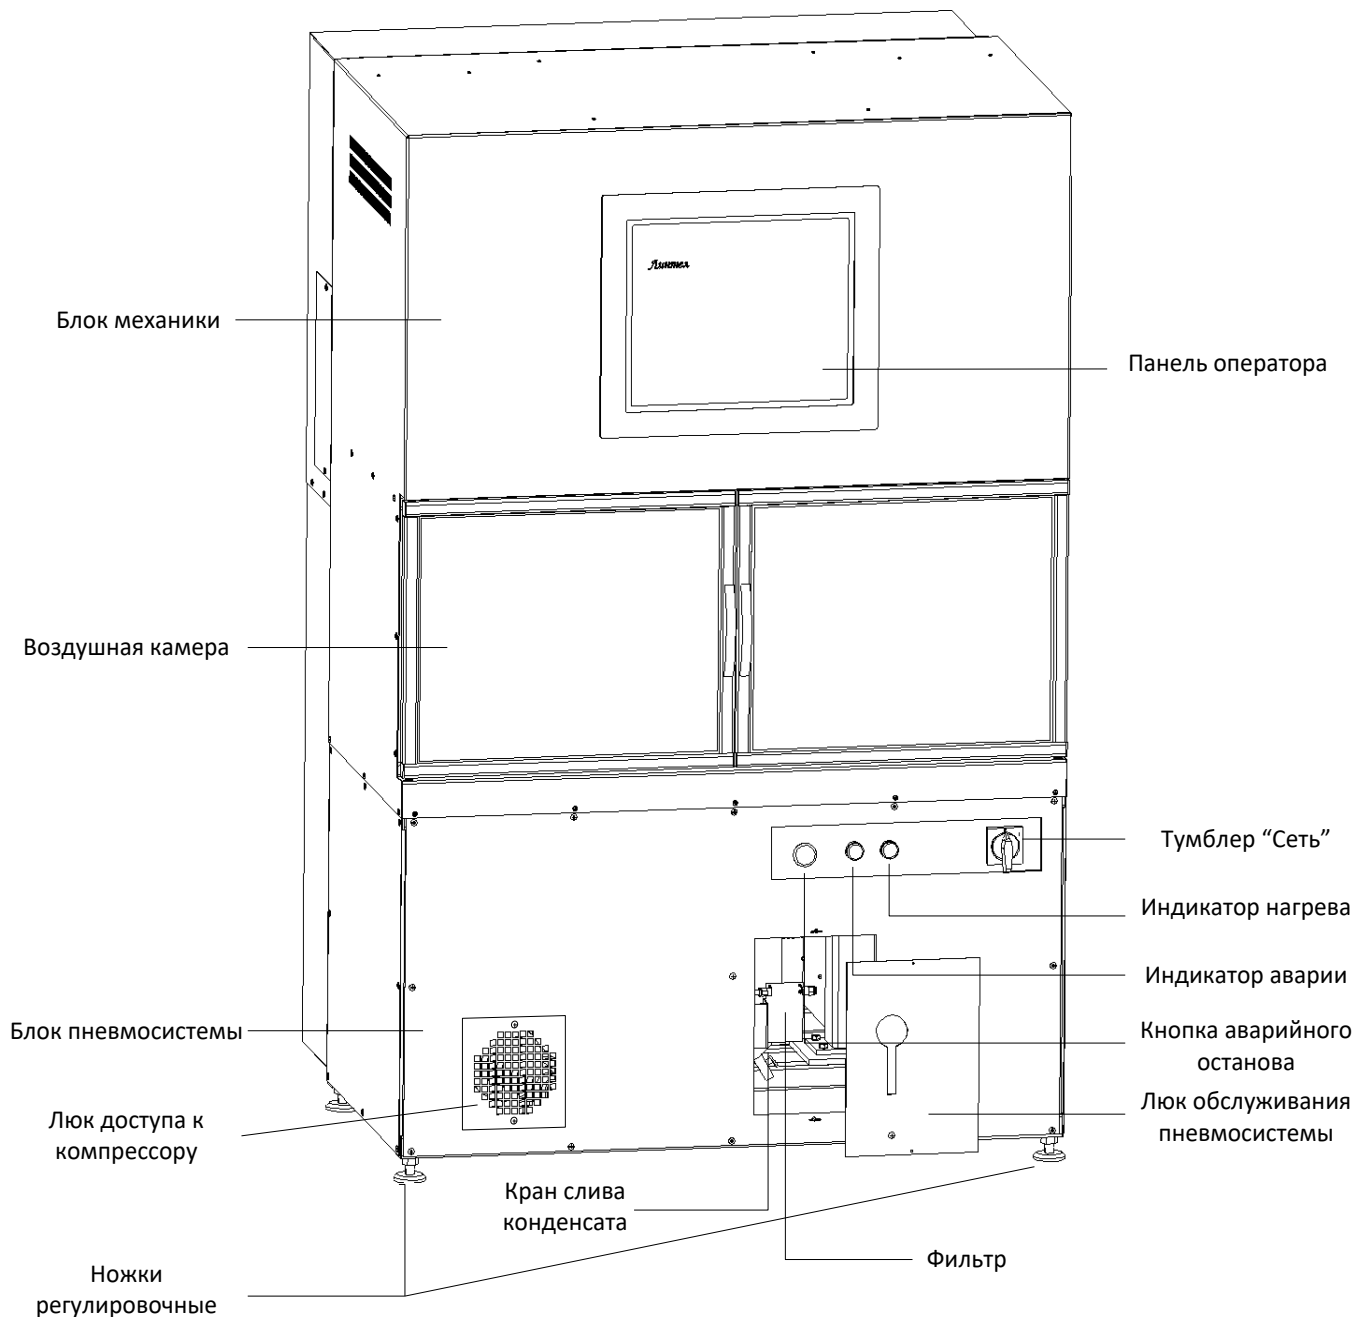

Рисунок 1 – Общий вид машины
3.3.2.1 Открыть люк доступа к компрессору (см. рисунок 1) и открутить транспортировочные болты с амортизаторов компрессора ключом на 10мм (см. рисунок 3).
3.3.2.2 Подключить машину к сети и повернуть тумблер включения «Сеть» машины (см. рисунок 1). При этом включается компрессор и происходит загрузка управляющей программы (см. рисунок 4).